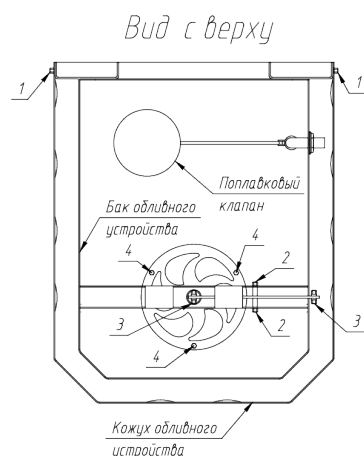

Рис. 5
- 6 Установите декоративный кожух на бак обливного устройства и закрепите его при помощи болтов 1 (см. рис. 5)
- 3 снимите декоративный кожух с бака обливного устройства открутив болты 1 (см. рис. 5)
- 6 отсоедините рычаг слива от сливного механизма раскрутив гайки 2 и 3 (см. рис. 5)
- 7 извлеките сливной механизм из бака обливного устройства раскрутив гайки 4 (см. рис. 5)